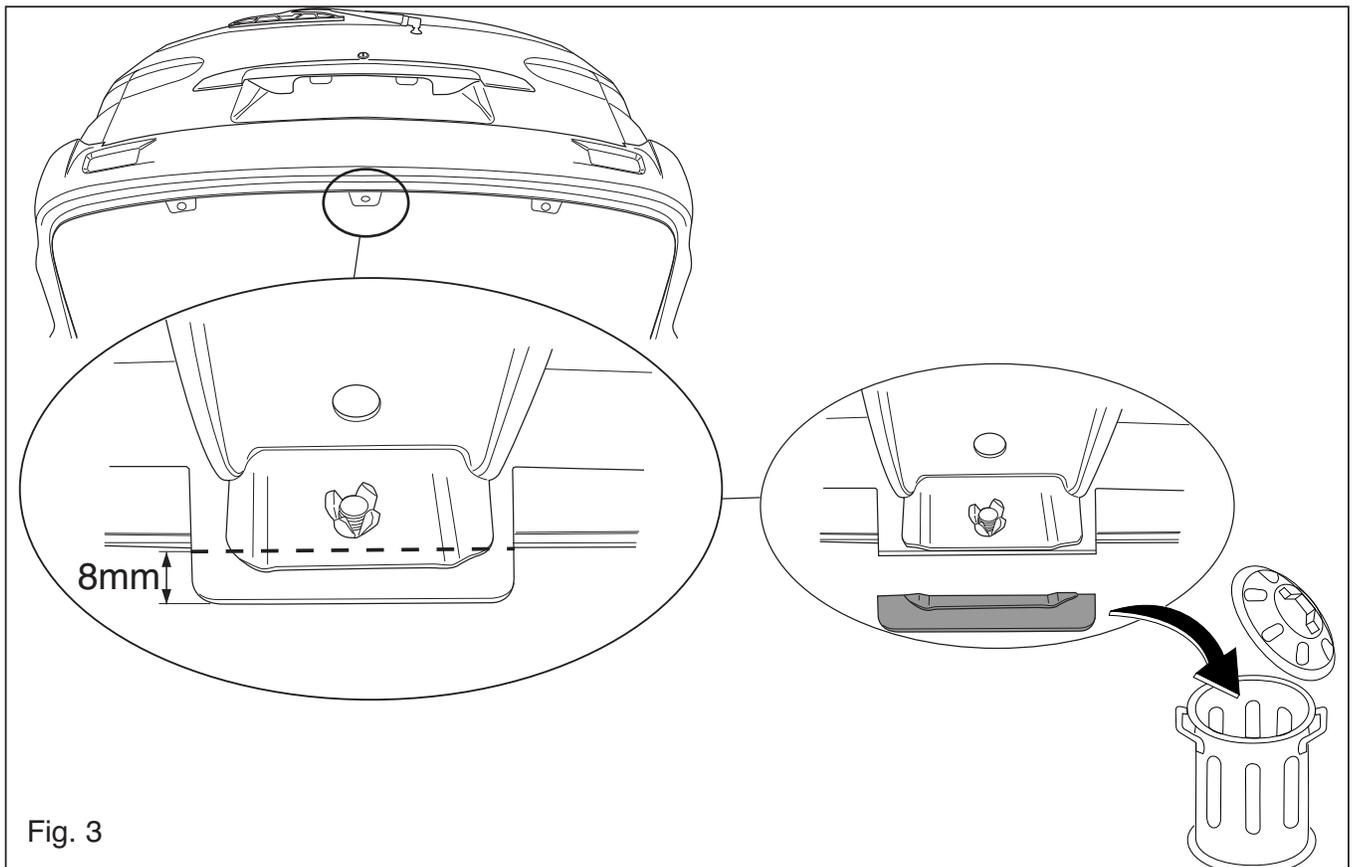

Fig. 3
1. Remove the spare wheel. Fit the angle sections (A) in the threaded holes (B) which are located on the bottom of the left and right chassis. Remove the sealant. Fasten the four M12x1,25x 30 bolts with spring and flat washers at points (B).
3. **Please note, if necessary:** On the underside of the middle of the bumper, saw out a portion measuring 55mm wide and 70mm deep, if necessary. **Please note, if necessary:** Saw out a portion as shown in figure 3.
- Hinweis (soweit erforderlich):** Auf der Unterseite der Stoßstange in der Mitte einen 55 mm breiten und 15 mm tiefen Teil heraus schneiden. **Hinweis (soweit erforderlich):** Gemäß Abb. 3 einen Teil heraussägen. **Gilt nur für SWB:** Die Kupplungskugel mit Halterung anlegen und bei den Punkten G mit Hilfe von vier M12x35-Schrauben einschließlich Federringen und Muttern befestigen. Bei den Punkten F vier M12x35-Schrauben einschließlich Federringen und Muttern anbringen. Die Muttern ein paar Umdrehungen anziehen. **Gilt nur für LWB:** Für Modelle bis 2002 muss die Ersatzradaufhängung entfernt werden. Die Kupplungskugel mit Halterung anlegen und bei den Punkten H mit Hilfe von vier M12x35-Schrauben einschließlich Federringen und Muttern befestigen. Bei den Punkten F vier M12x35-